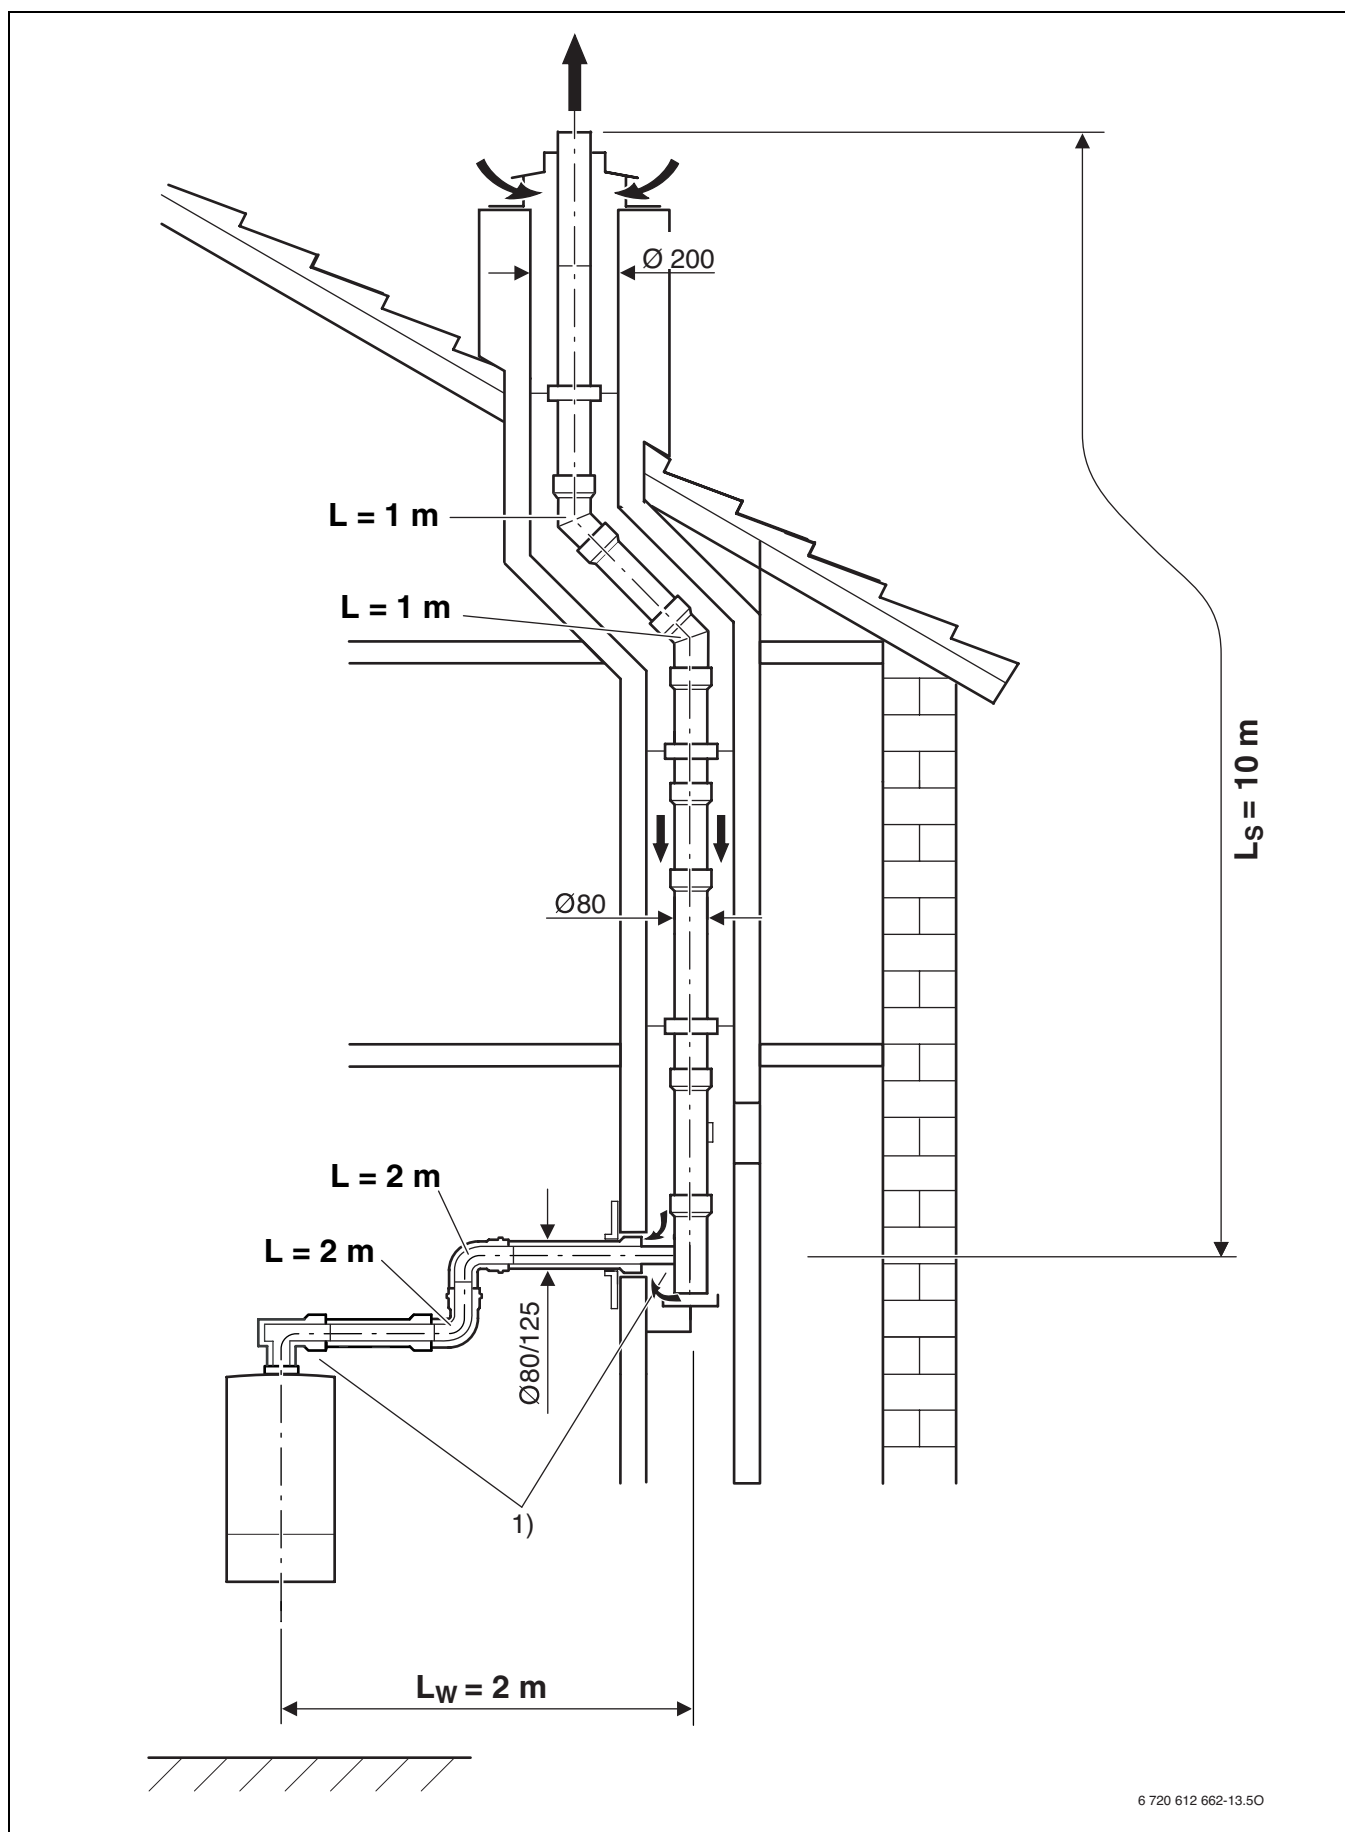

Bild 19
5.4 Beispiel zur Berechnung der Abgasrohrlängen (Bild 19)